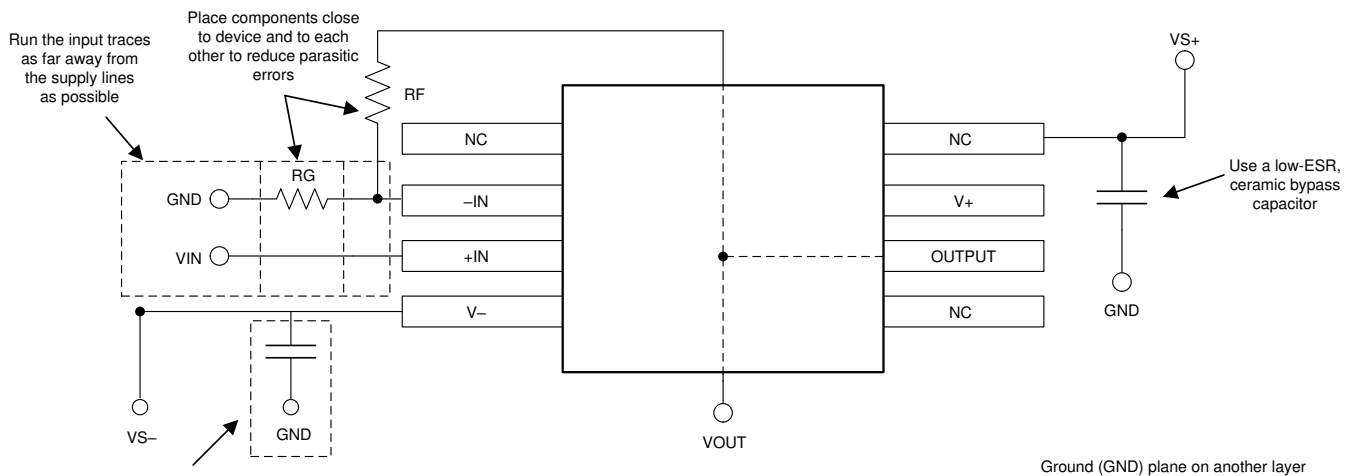

図 7-4. 非反転構成のオペアンプ基板のレイアウト
- 外付け部品は、可能な限りデバイスに近く配置します。図 7-4 に示すように、寄生容量を最小限に抑えるため、 $R_F$  と  $R_G$  は反転入力に近くに配置します。